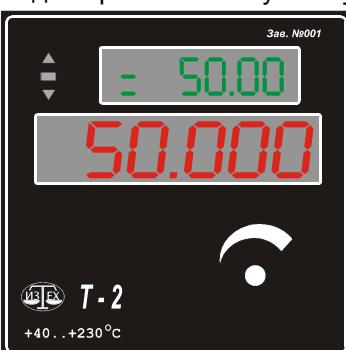

Рис. 1.
7.1. После подачи питания на дисплее регулятора появится начальная заставка «[C]’02». Через 2-3 секунды в нижней (основной) строке дисплея появится текущая температура термостата, в верхней (вспомогательной) строке – уставка (заданная температура). Рис. 1.